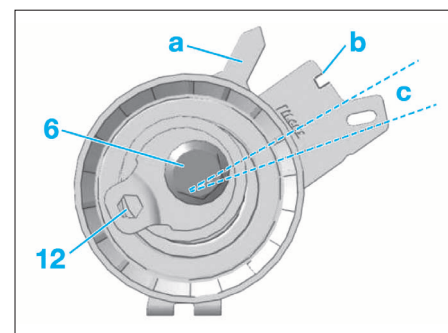

FIG. 36
- Tourner le galet tendeur dans le sens inverse horaire à l'aide de l'empreinte hexagonale (12) jusqu'à la zone de surtension (c) (Fig.36).
- Serrer la vis (6) du galet tendeur dans cette position.